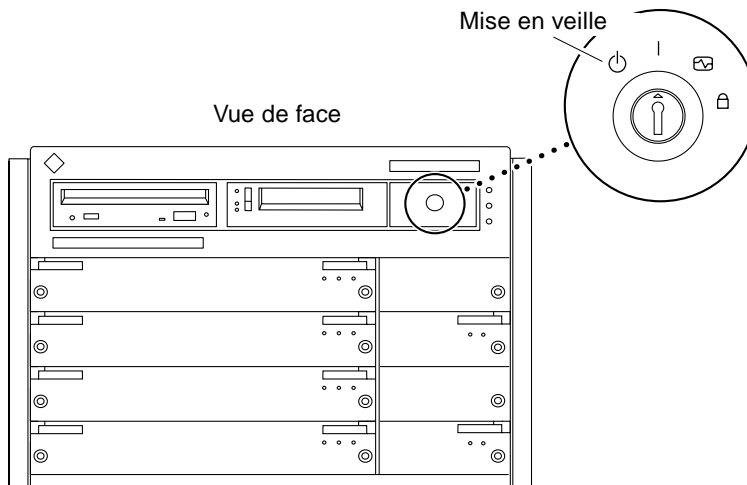

FIGURE 2-3 Positions du commutateur à clé
1. **Insérez la clé fournie avec votre système dans le commutateur à clé situé sur le panneau avant. Mettez-le sur la position de mise en veille (tournez-le à fond dans le sens inverse des aiguilles d'une montre, FIGURE 2-3).**